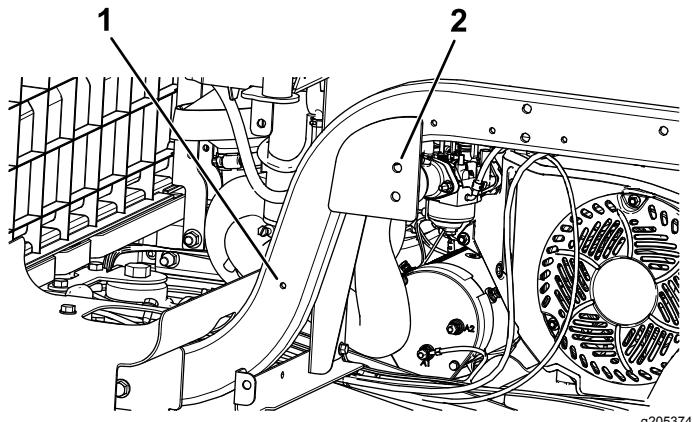

図 13
3. ROPS ブラケットに、穴の位置をマーキングする図 13。